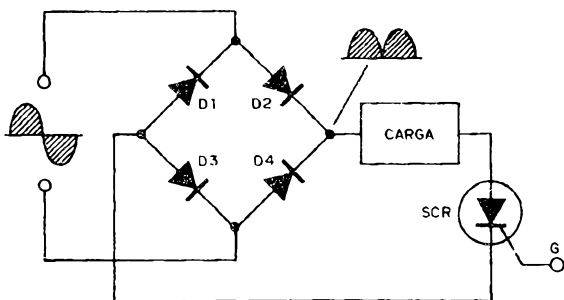

Figura 5
c) O SCR conduz a corrente num único sentido, ou seja, comporta-se como um diodo semiconductor, fato este que deve ser levado em conta nos circuitos de corrente alternada. Se quisermos que um SCR controle os dois semiciclos de uma corrente alternada, podemos empregar um artifício, como o mostrado na figura 5, que consiste no emprego de uma ponte de diodos.